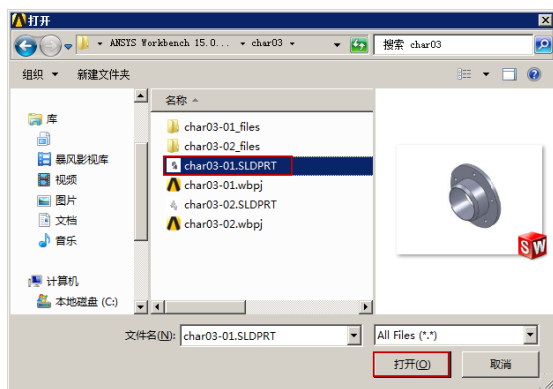
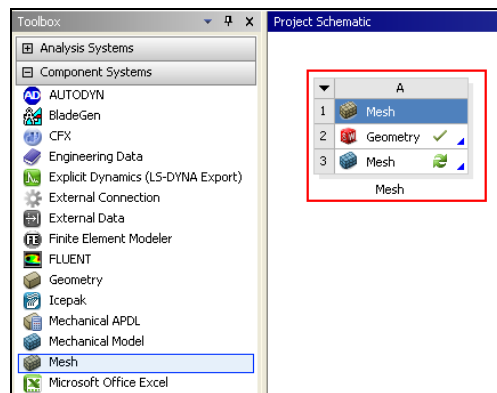

图 3-44 “打开”对话框
图 3-45 模型已存在的项目
**步骤 02** 在弹出的“打开”对话框中选择文件路径，导入 char03-01 几何体文件，如图 3-44 所示，此时 A2 栏 Geometry 后的 ? 变为 ✓，如图 3-45 所示，表示实体模型已经存在。